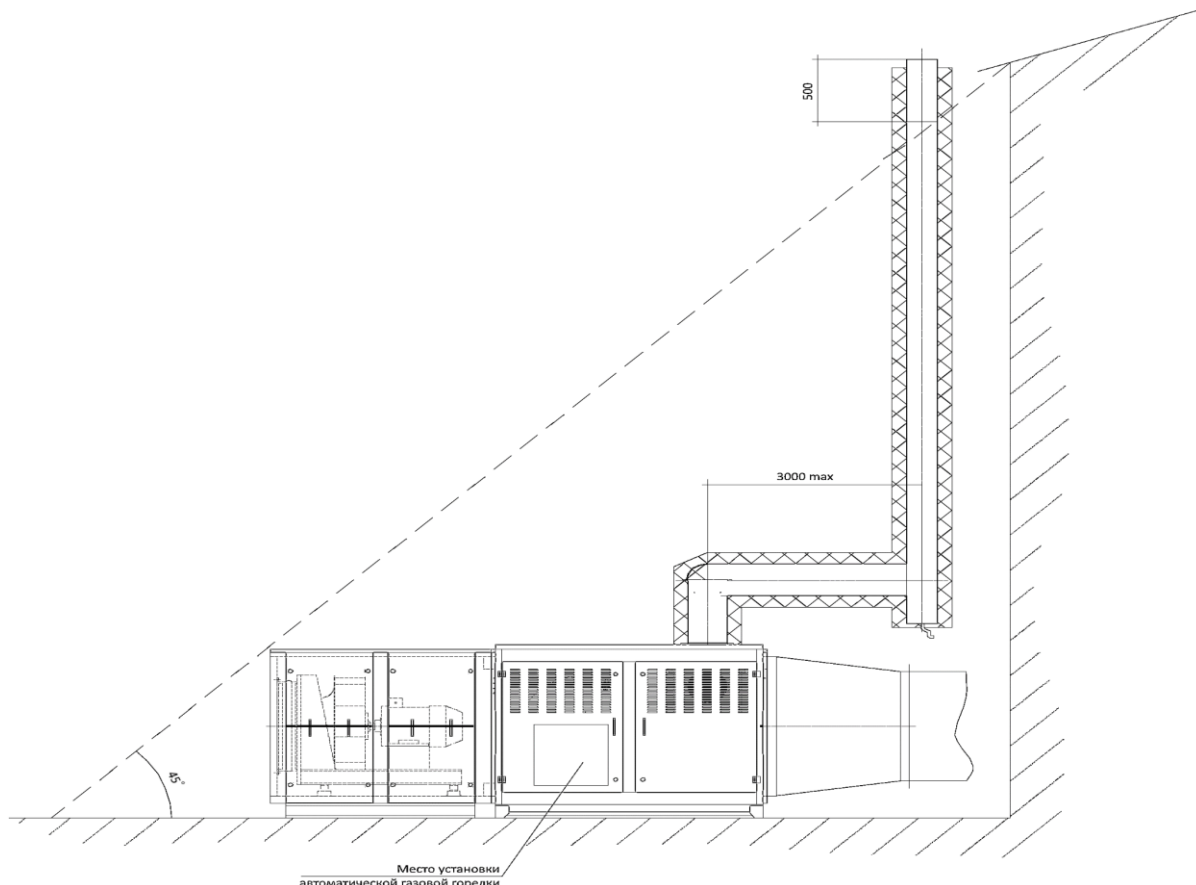

Рис. 27. Схема установки дымовой трубы нагревателя серии НЛ-11
- дымовая труба (рис.27), должна быть теплоизолирована.